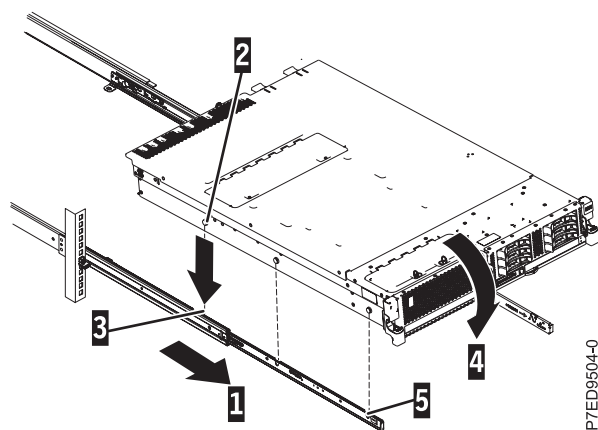

Figura 8. Extensión de los rieles deslizantes y alineación de las cabezas de clavo de servidor con las ranuras del riel
2. Tire de los rieles deslizantes hacia adelante (1) hasta que se oiga dos veces un clic, lo que indica que se han encajado. Levante cuidadosamente el servidor e inclínelo en su posición sobre los rieles deslizantes de manera que las cabezas de clavo posteriores (2) del servidor queden alineadas con las ranuras posteriores (3) de los rieles deslizantes. Deslice el servidor hacia abajo hasta que las cabezas de clavo posteriores se inserten en las dos ranuras posteriores y luego baje lentamente la parte frontal del servidor (4) hasta que las otras cabezas de clavo se inserten en las otras ranuras de los rieles deslizantes. Asegúrese de que el pestillo frontal (5) se deslice sobre las cabezas de clavo, tal como muestra la Figura 8.